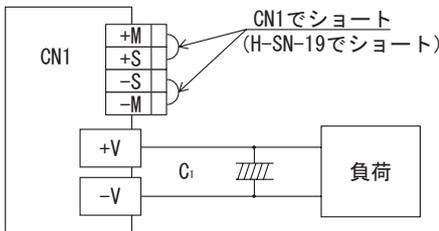
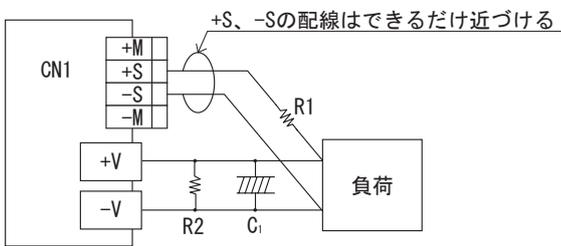

図 1.6 リモートセンシングを使用しない場合
図 1.7 リモートセンシングを使用する場合
- リモートセンシングを使用する場合と使用しない場合の結線を図 1.6、図 1.7 に示します。
- ①負荷線に接触不良（ねじのゆるみなど）が生じると、センシング線に負荷電流が流れ、電源内部回路が故障することがありますので結線には充分注意してください。
- ②電源から負荷までの配線は、充分余裕のある太い電線を使用し、ラインドロップは 0.3V 以下でご使用ください。
- ③センシング線が長くなる場合、C1、R1 をつけてください。
- ④センシング線は、ツイストペア線またはシールド線を使用してください。
- ⑤+M、-M、+S、-S 端子から電流を取り出さないでください。
- ⑥配線や負荷のインピーダンスによって、電源出力電圧に発振波形が発生したり、出力電圧の変動が大きくなる場合があります。出力電圧が不安定になった場合、以下の方法が有効です。